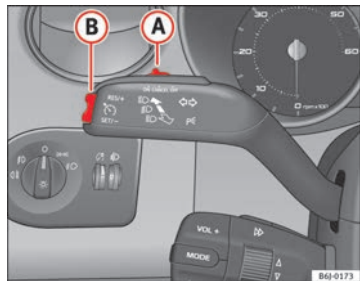

Fig. 112 Levier des clignotants et des feux de route : commande et touche basculante pour régulateur de vitesse
- Lorsque la vitesse à mémoriser est atteinte, appuyez une fois brièvement sur la partie inférieure de la commande à bascule **SET** ⇒ fig. 112 **(B)**.